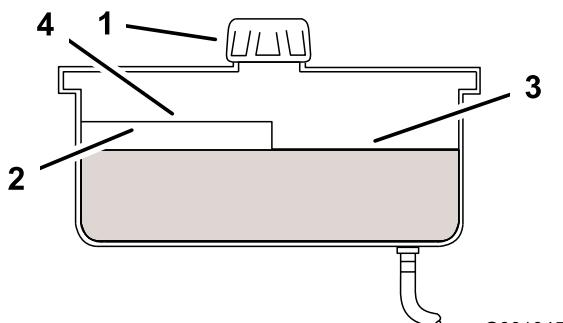

Bild 49
4. Reinigen Sie den Bereich um den Einfüllstutzen und den Deckel des Hydraulikbehälters (Bild 49).
5. Schrauben Sie den Deckel vom Einfüllstutzen ab. Schauen Sie in den Stutzen um sicherzustellen, dass Öl im Behälter ist. (Bild 49).
Hinweis: Der Füllstand sollte bei warmen Öl an der Oberkante der heißen Einfüllmarkierung der Trennwand liegen (Bild 49).